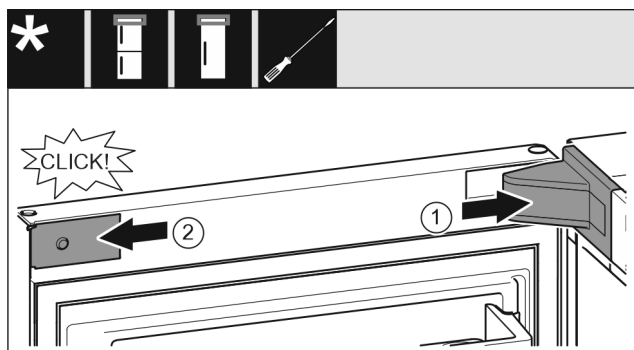

Fig. 22
- ▶ 放上并插入托架盖 Fig. 22 (1)，如有必要小心地按压分开。
- ▶ 将隔板 Fig. 22 (2) 放置到侧面并插入。